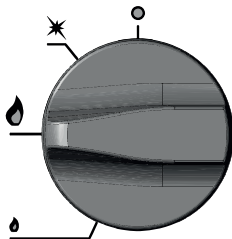
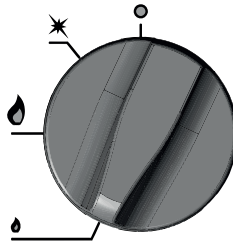

Bild 10. Einstellung des Drehknopfes bei der der Brenner mit voller Leistung funktioniert.
Bild 11. Einstellung des Drehknopfes bei der der Brenner mit minimaler Leistung funktioniert
- Den Drehknopf (mit einer Bewegung gegen den Uhrzeigersinn) in die Position Vollflamme drehen (Bild 10), damit der Hauptbrenner angezündet wird (dieser wird durch den Pilotbrenner angezündet). Als nächstes, den Drehknopf weiter in dieselbe Richtung drehen, wodurch man eine Sparflamme erhält (Bild 11). Der Hauptbrenner wird nicht angezündet, wenn der Pilotbrenner nicht brennt und nicht den Gasaustrittssensor aufwärmt. Im Falle einer momentanen Unterbrechung der Flamme wird der Gasaustrittssensor das Absperren des Gaszuflusses zu dem Brenner verursachen.